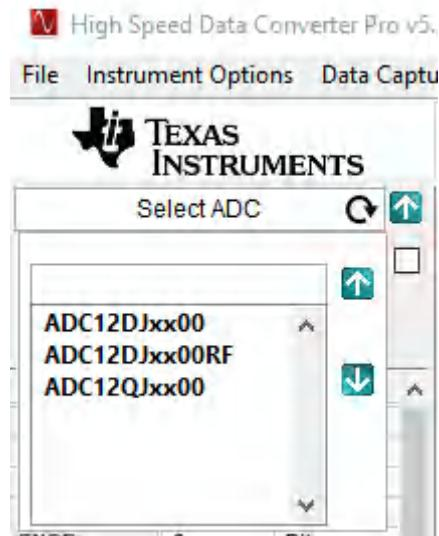

图 7-3. 在 HSDC 专业版 GUI 程序中选择 ADC34Jxx
2. 启动 HSDC 专业版 GUI 程序。程序启动时，请选择“ADC”选项卡，然后在 **Select ADC** 下拉菜单中选择 *ADC34J4x_LMF_442* 器件，如图 7-3 所示。